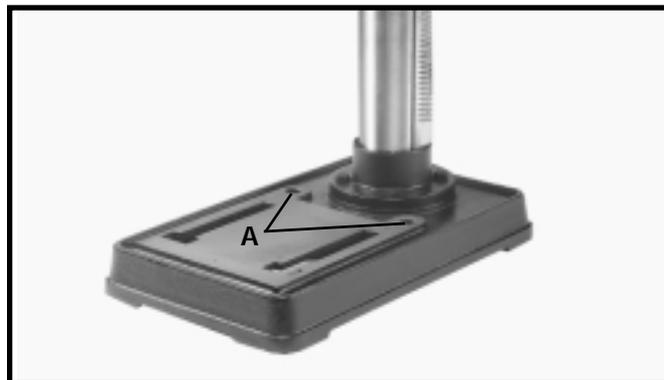

Fig. 17
Si pendant l'emploi, la machine a tendance à se renverser, glisser ou se déplacer sur la surface portante, son socle doit être immobilisé à la surface portante à l'aide de vis à collet carré M8 x 1,25 x 125 mm, de rondelles plates 8,5 mm, de rondelles-freins 8,5 mm et d'écrous hex. M8 x 1,25 installés dans les deux trous (A) fig. 17 du socle.